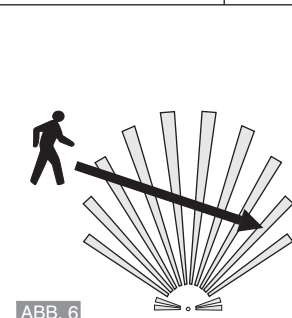
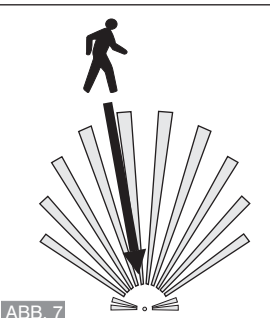

ABB. 6
ABB. 7
- Der Bewegungsmelder reagiert mehr auf Bewegungen, die quer zum Verlauf der Linsensegmente erfolgen (ABB. 6) und weniger auf frontale Annäherung, d. h. Bewegungen, die direkt in Richtung des Sensors gehen (ABB. 7).